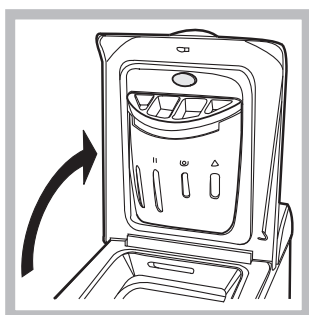

Fig. 1
A) OTWIERANIE. (Rys.1). Podnieść zewnętrzną pokrywą i całkowicie ją otworzyć.